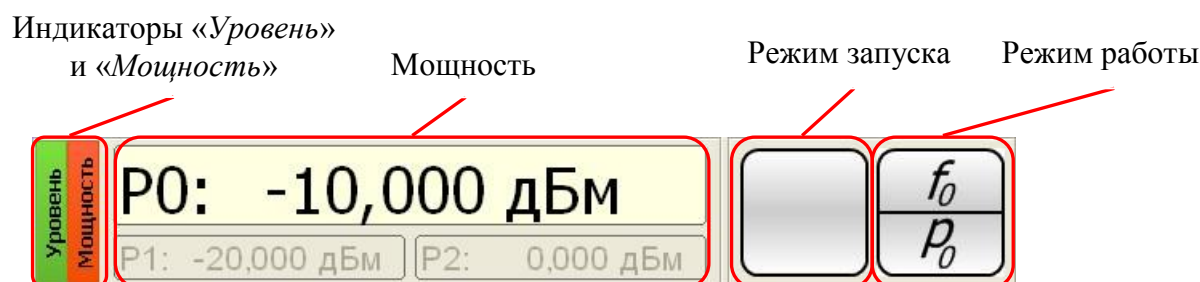

Рисунок 6.16 – Параметры мощности и режим работы
6.6.3.1 В параметрах мощности (рисунок 6.16) отображается:
1) в режиме «Фиксированная частота и мощность» и «Сканирование по частоте» отображается P_0 – значение текущей мощности, поля P_1 и P_2 затенены (рисунок 6.16);
1) не отображается в режиме «Фиксированная частота и мощность» (рисунок 6.16);